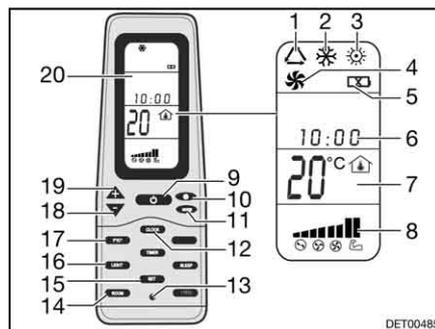

Bild 144 Fernbedienung
- Die Taste ON/OFF (Bild 144,9) drücken.
- Die Taste "Mode" (Bild 144,11) so oft drücken, bis die gewünschte Betriebsart (Bild 144,1, 2, 3 oder 4) auf dem Display (Bild 144,20) angezeigt wird.
- Mit den Tasten "+" (Bild 144,19) und "-" (Bild 144,18) die gewünschte Temperatur einstellen.
- Mit der Taste Lüftergeschwindigkeit (Bild 144,10) die gewünschte Lüfterstufe wählen.
Ausschalten: ■ Die Taste ON/OFF (Bild 144,9) drücken.